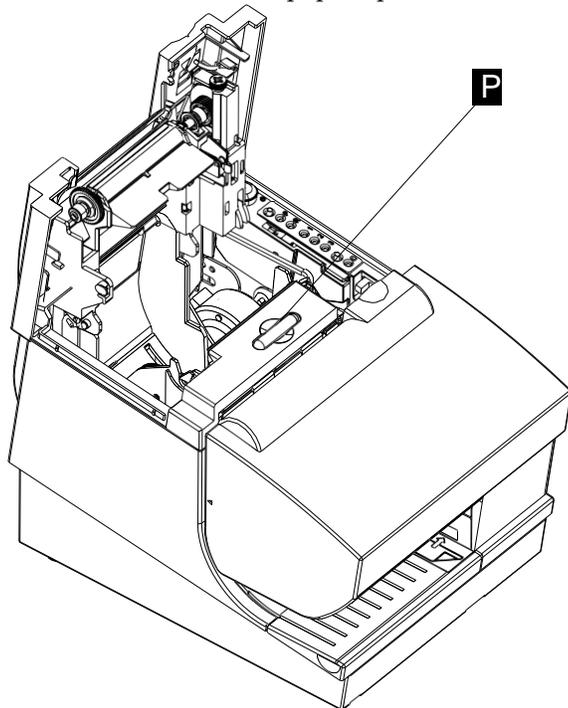

Figure 19. Ouverture du capot papier
1. Actionnez, puis relâchez le bouton bleu de débrayage ( **P** sur la Figure 19) pour libérer le capot papier.